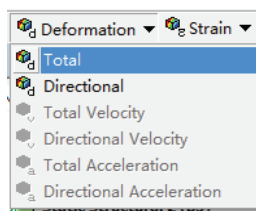

图 7-28 添加变形图
2) 选择 Solution 工具栏中的 Deformation>Total, 如图 7-28 所示, 此时在树结构图中会出现 Total Deformation 选项。